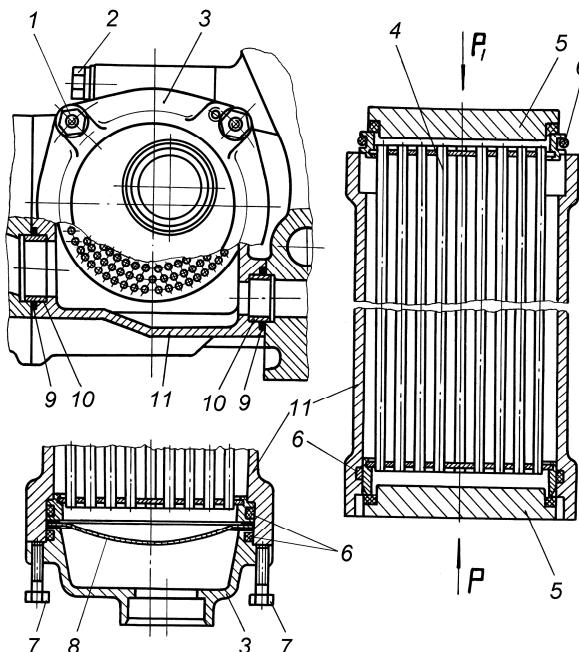

Рис. 11. Водомасляный радиатор:
- 2 Не снимая радиатора с двигателя, отвернуть гайки 1 (рис. 11) крепления передней крышки 3 радиатора.
3 Отвернуть болты 2 (рис. 11) крепления радиатора и снять его с двигателя.
- 1 Отвернуть гайки 1 (рис. 11) крепления обеих крышек 3 радиатора.
- 1 Заменить уплотнительные кольца 6 и 9 (рис. 11) на новые и установить на свои места, не допуская их повреждения и перекручивания,
1 При установке маслорадиатора обратить внимание на то, чтобы втулки 10 (рис. 11) уплотнительных колец 9 вошли в отверстия на блоке цилиндров без перекоса и закусывания.